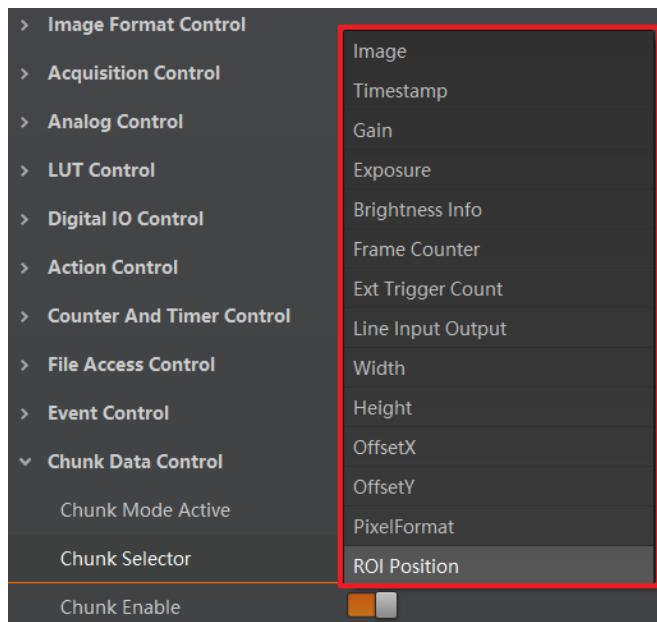

图8-6 选择嵌入的信息
- 在 *Chunk Selector* 下拉框处，选择需要嵌入的信息，如图 8-6 所示。